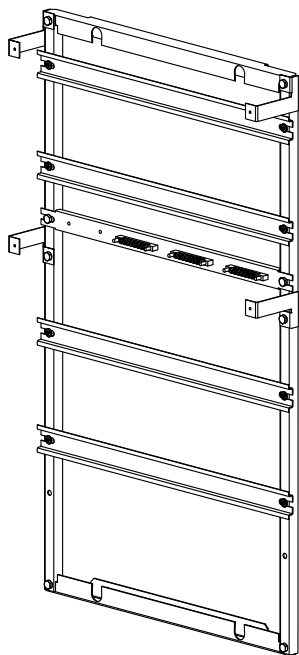

Рисунок 5
2.5 Установите собранную Рейку под шину "PEN" и закрепите на раме с помощью болтов М6х16 и гаек М6 (рисунок 5). Болтовое соединение согласно приложению А.